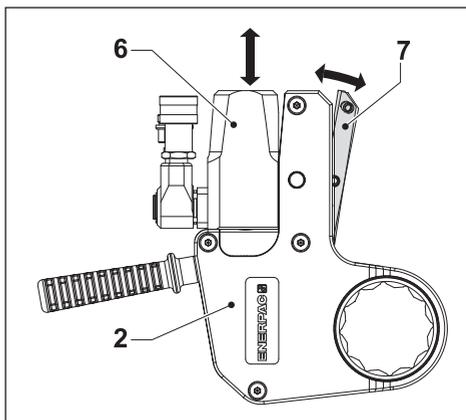

図4
3.3.1 カセットを取り外すには(図4と5)
3.3.2 カセットを取り付けるには (図4と5)
- ・ リリースレバー (7) を外側へ引きます。
- ・ 格納リンク (11) がラチェットレバー内のスロット (13) に合うようにします。必要に応じて、ピストンロッドを回転させます。
- ・ ドライブユニットをカセットの上にスライドさせ、スピゴット (12) をドライブユニット位置決めプレート (14) の開口部を通して押します。
- ・ リリースレバー (7) を押し込んでカセット (2) に戻します。ボールのツメが所定の位置にカチッとハマるようにします。カセットリリースレバーを完全に閉じていることを確認します。